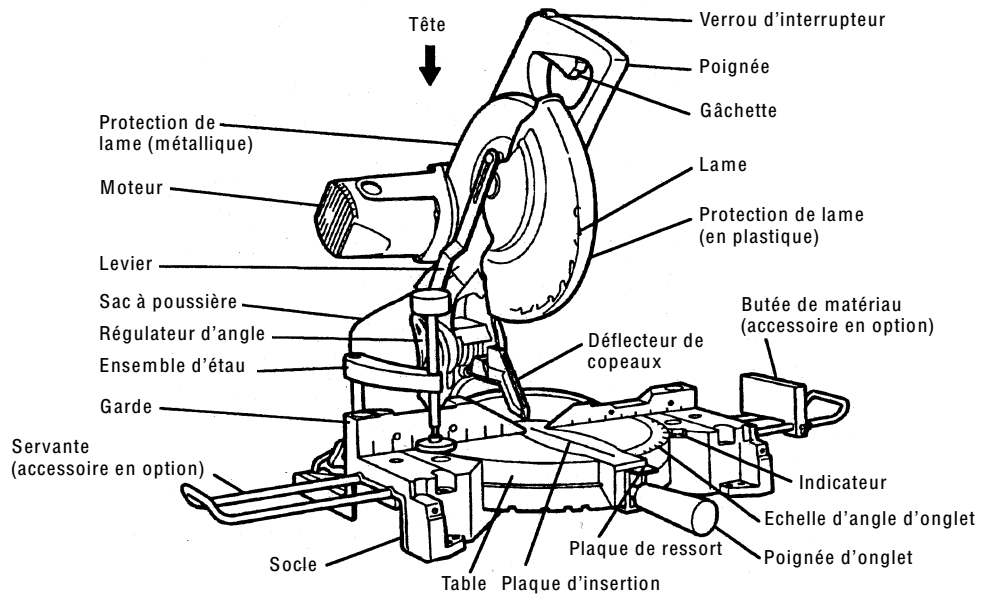
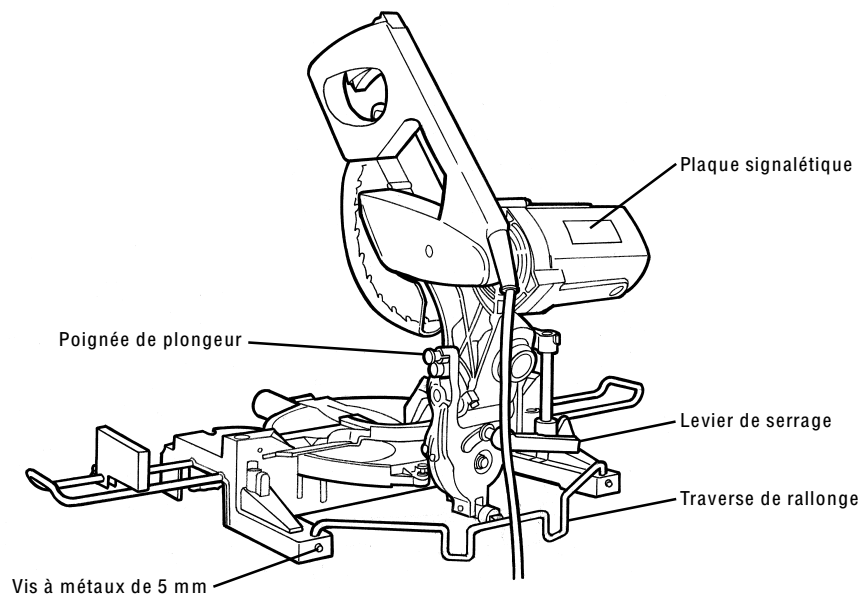
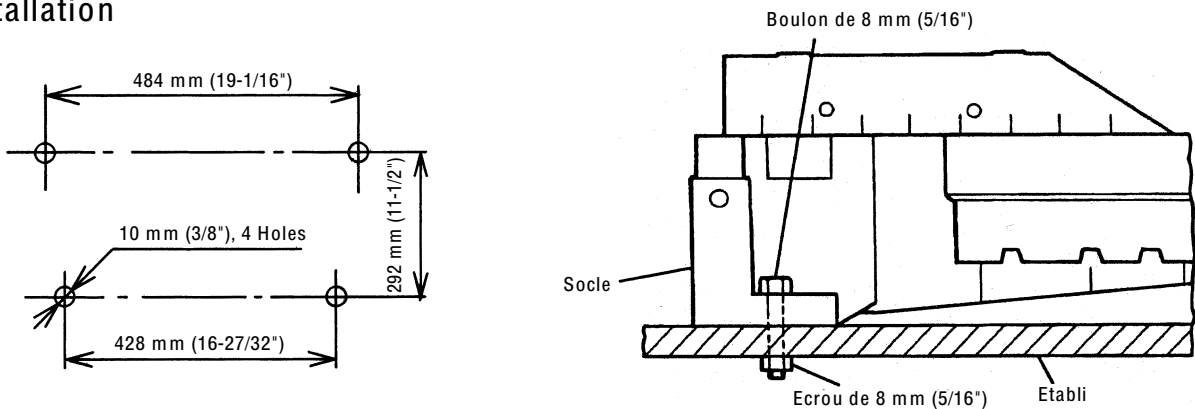

Fig. 1
Fig. 2
Fig. 4
- ① Ensemble de support (Fig. 1) (No. de code 317542)
- ② Ensemble d'étau (No. de code 317541)
- ③ Lame de scie de 255 mm (10") Lame de scie TCT pour coupe de matériau mince (Nombre total de dents : 60) (No. de code 976472)
- ④ Lame de scie de 255 mm (10") - Lame de scie TCT pour coupe normale (Nombre total de dents : 70) (No. de code 976473)
Fixer l'outil électrique sur un établi horizontal et de niveau, comme indiqué à la Fig. 4. Sélectionner les boulons de 8 mm (5/16") de diamètre de la longueur correspondant à l'épaisseur de l'établi. Les boulons devront avoir une longueur d'au moins 50 mm (2"), plus l'épaisseur de l'établi. Par exemple, avec un établi de 25 mm (1") d'épaisseur, utiliser des boulons de 8 mm (5/16") × 75 mm (3"). La traverse de rallonge fixée au dos du socle (voir Fig. 2) aide à stabiliser l'outil électrique.
Pour le transport, saisir la poignée (voir Fig. 1) d'une main et tenir le socle à la section de saisie à l'extrémité gauche de l'autre main pour transporter l'outil.
Fixer le sac à poussière, la poignée d'onglet, la servante, la butée de matériau et l'ensemble d'étau comme indiqué à la Fig. 1 et à la Fig. 2.
(1) Insérer la traverse de rallonge dans l'orifice du socle.
(2) Serrer les deux vis à métaux de 5 mm et fixer la traverse de rallonge comme indiqué à la Fig. 2.